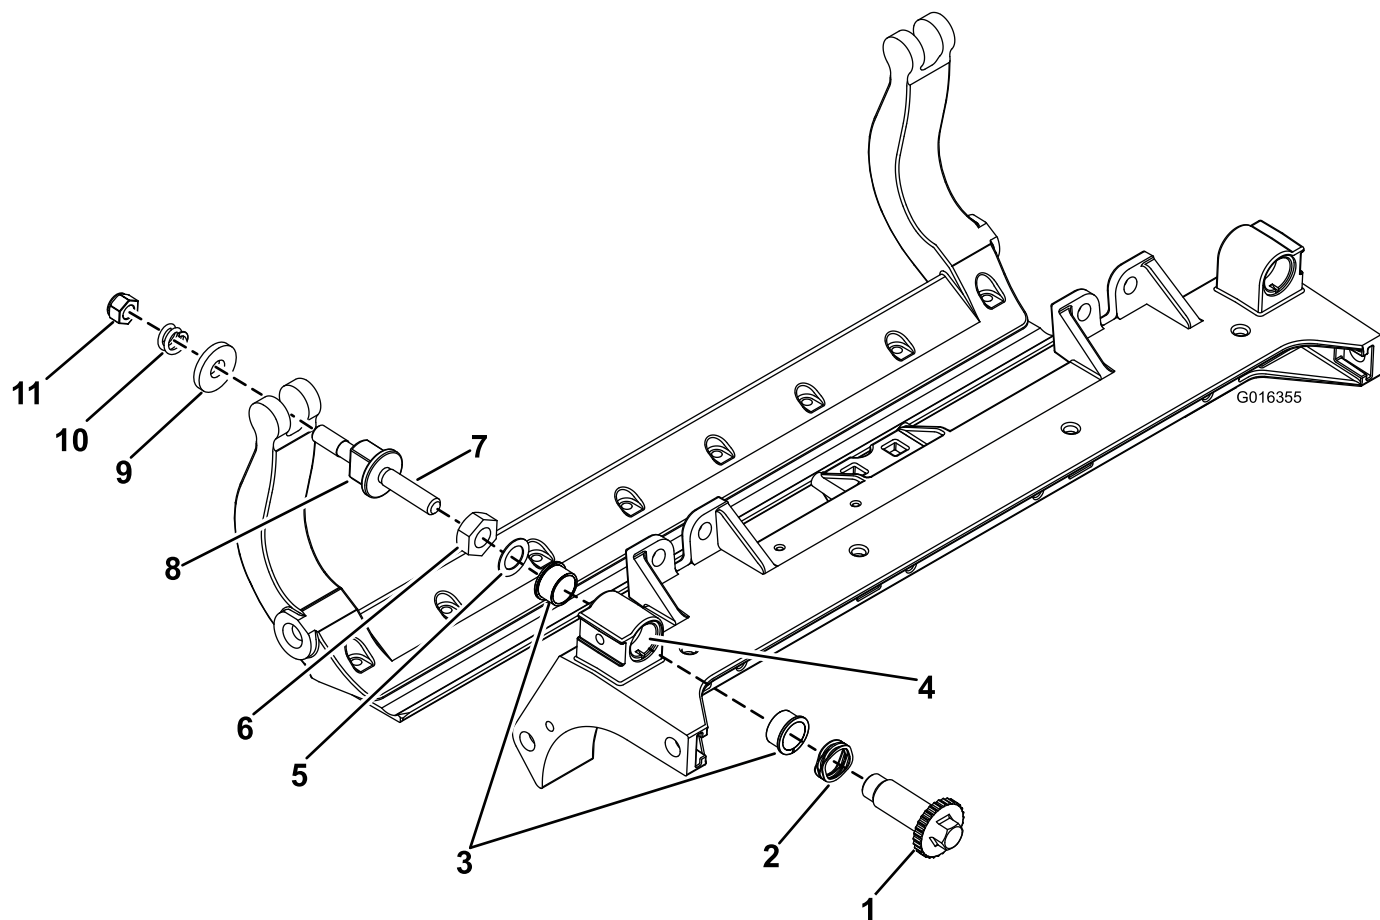

Figura 5
2. Applicare del lubrificante Never Seize all'interno dell'elemento in cui vanno montate le boccole, sul telaio centrale dell'apparato di taglio (Figura 5).
3. Allineate le chiavette sulle boccole flangiate alle scanalature sul telaio e montate le boccole (Figura 5).
4. Montate una rondella ondulata sull'albero del dispositivo di regolazione e inserite l'albero all'interno delle boccole flangiate sul telaio dell'apparato di taglio (Figura 5).
5. Fissate l'albero del dispositivo di regolazione con una rondella piana e un dado di bloccaggio (Figura 5). Serrate il dado di bloccaggio a una coppia di 20-27 Nm.